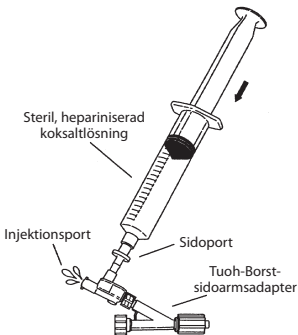

Fig. 2
4. Anslut dubbelspärventilen till den genomskinliga Tuohy-Borst-adaptorn. Tuohy-Borst-ventilen skall vara helt stängd. Anslut en 20 mL-spruta fylld med hepariniserad koksaltlösning till dubbelspärventiladaptorns sidoport och töm långsamt injektionsporten på luft. (Fig. 2)